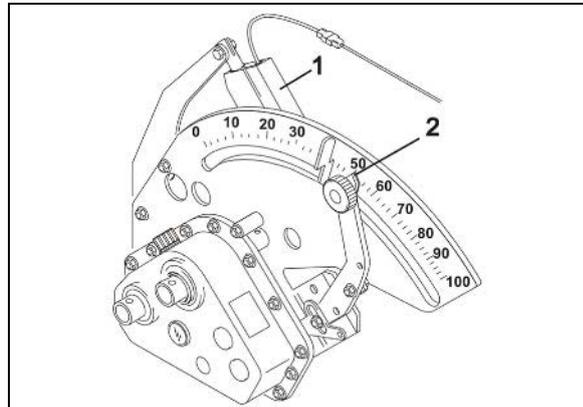

Fig. 25
- le levier de réglage du bôtier (Fig. 25 / 2) est réglé manuellement. Plus la valeur de l'échelle graduée est importante, plus le débit est élevé.